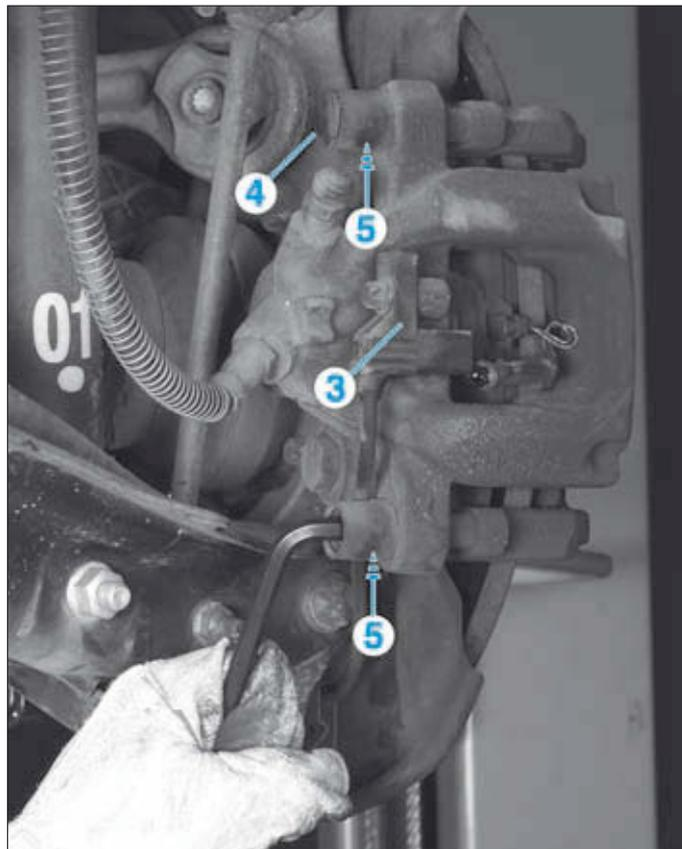
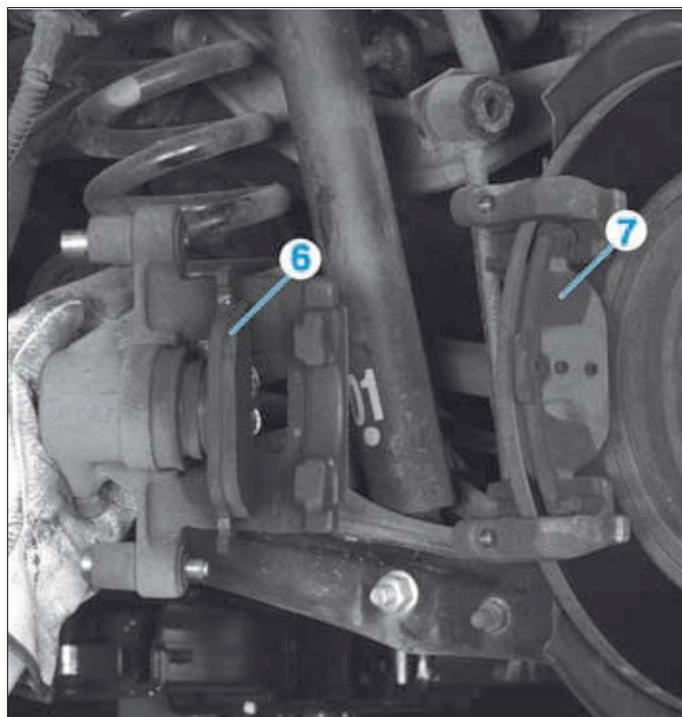

FIG. 8
FIG. 9
- Déposer (Fig.8) :
- le capteur d'usure (3) de l'étrier,
- les bouchons inférieur et supérieur (4),
- les vis d'étrier inférieure et supérieure (5) (à l'aide d'une clé six pans de 7 mm).
- Dégager l'étrier puis dégrafer la plaquette intérieure (6) de l'étrier (Fig.9).
- Déposer la plaquette extérieure (7) du support d'étrier.
- Dégager l'étrier puis dégrafer la plaquette intérieure (6) de l'étrier (**Fig.9**).